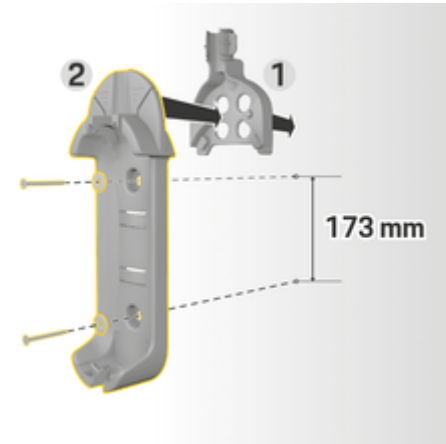

Fig. 43 Medidas de taladrado
3. Presione la base de soporte de pared 2 (Fig. 43) dentro de la guía de cables 1 (Fig. 43) desde delante.